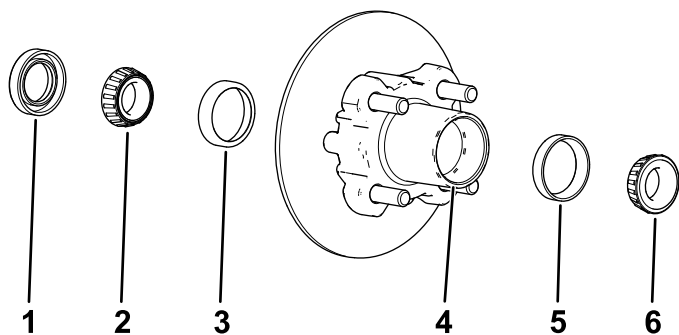

Bild 38
1. Nehmen Sie das Außenlager und den Lagerring von der Radnabe ab (**Bild 38**).
2. Nehmen Sie die Dichtung und das Innenlager von der Radnabe ab (**Bild 38**).
5. Entfernen Sie Fett, Schmutz und Rückstände aus dem Hohlraum der Radnabe (**Bild 38**).
7. Füllen Sie den Hohlraum der Nabe zu 50 % bis 80 % mit der angegebenen Fettsorte (**Bild 38**).
8. Montieren Sie das Innenlager auf dem Lagerring an der Innenseite der Nabe und setzen Sie die Dichtung ein (**Bild 38**).